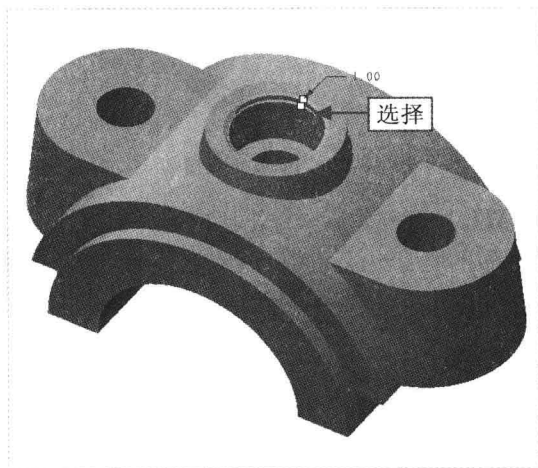

图 18-93 选择倒角边
Step 11 在“功能区”选项板的“模型”选项卡中，单击“工程”面板中的“边倒角”按钮 ，弹出“边倒角”选项卡，设置倒角距离为 1，在绘图区选择合适的倒角边，如图 18-93 所示。